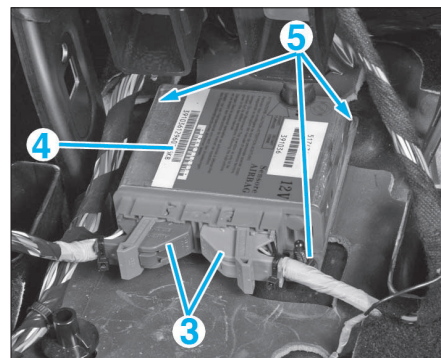

FIG. 25
- Débrancher les deux connecteurs (3) du calculateur (4) (Fig.25).
- Déposer les vis de fixation (5) du calculateur.